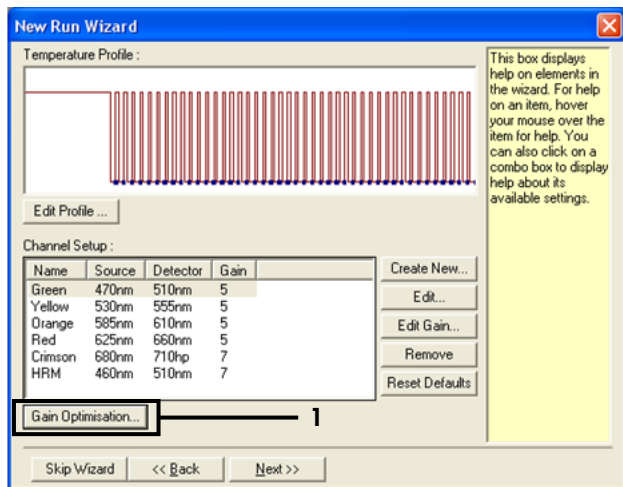

Figura 29. Otimização de aquisição de dados (1).
12. Na próxima caixa de diálogo, clique em “Gain Optimisation” (Otimização de ganho) (Figura 29).